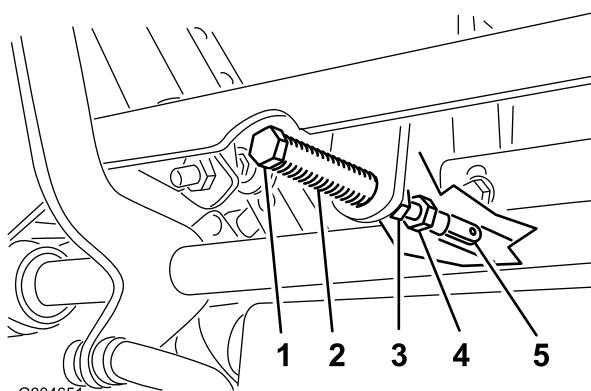

Figura 72
5. Tire hacia atrás de la palanca hasta que el pasador (en el brazo situado encima del eje pivotante) entre en contacto con el extremo de la ranura (empezando justo a tensar el resorte) como se muestra en Figura 72.
7. Si es necesario un ajuste, afloje la tuerca y la contratuerca contra la horquilla (Figura 72).
8. Aplique una ligera presión hacia atrás en la palanca de control de movimiento, gire la cabeza del perno de ajuste en el sentido apropiado hasta que la palanca de control esté centrada en posición de BLOQUEO/PUNTO MUERTO (Figura 72).
9. Apriete la tuerca y la contratuerca (Figura 72).
10. Apriete las contratuerca de las articulaciones esféricas (Figura 72).